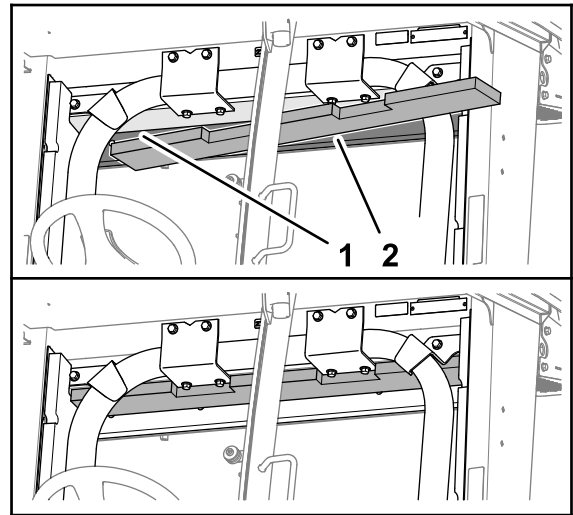

Рисунок 31
- Удалите защитную пленку и установите накладку верхней части потолка на монтажный кронштейн конструкции ROPS (Рисунок 31).